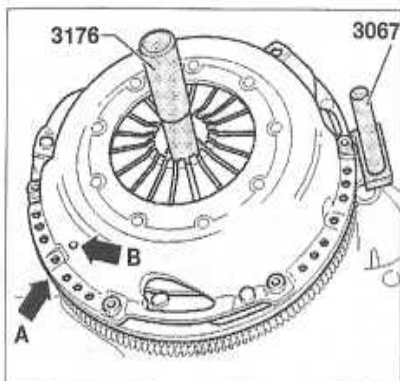

FIGURE 2-2
- Immobiliser en rotation le volant moteur à l'aide d'un outil de blocage approprié (par exemple VAG 3067) (figure 2-2).
- Positionner le disque sur le volant moteur en orientant le déport le plus grand du moyeu vers le mécanisme et le centrer à l'aide d'un mandrin de centrage approprié (par exemple VAG 3176) (figure 2-2).